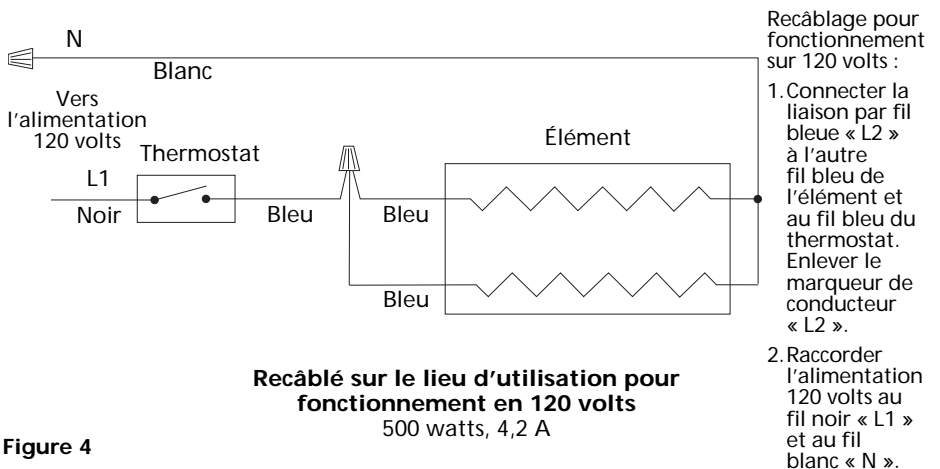

Figure 4
4. Il faut recâbler le radiateur pour l'utiliser à 120 volts comme il est indiqué à la Figure 4 en connectant le fil bleu L2 à la liaison par fil de l'autre fil bleu de l'élément et du fil bleu du thermostat. Enlever le marqueur de conducteur L2. Raccorder l'alimentation 120 volts au fil noir L1 et au fil blanc N. Voir la Figure 4.